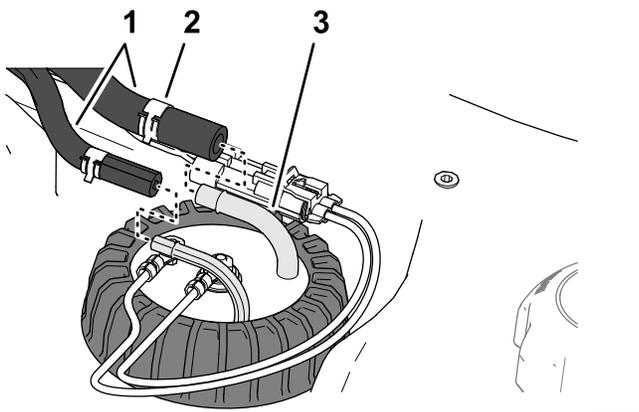

Figura 88
5. Conecte la manguera a los acoplamiento del sensor de combustible, y sujete las mangueras a los acoplamiento con las abrazaderas (Figura 88).